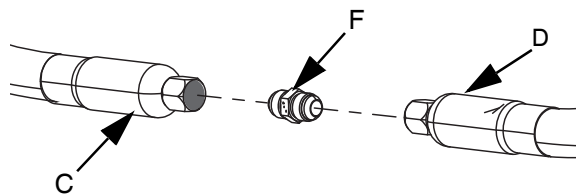

FIG. 20
6. Si vous utilisez deux flexibles d'alimentation (C et D), utilisez le flexible d'alimentation 1 sur le flexible d'alimentation 2 (F) pour relier le flexible d'alimentation 1 (C) au flexible d'alimentation 2 (D). Voir la FIG. 20.